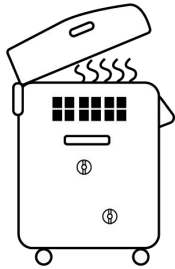

图 21
3. 运行刚结束请不要急于开盖取物，待锅内温度降至常温以下并带好防护手套后方可进行。一旦急于开盖会有大量的蒸汽冒出，以免烫伤。（图 21）